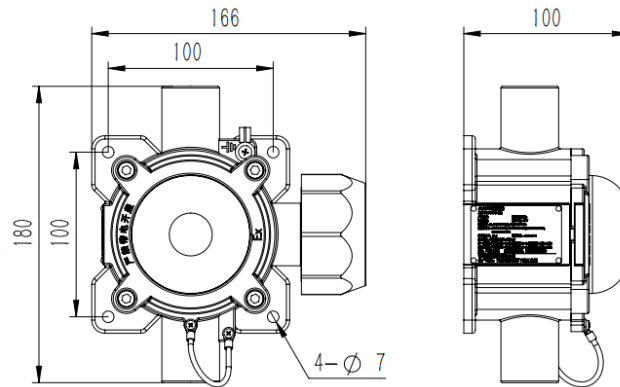

图 1 外形及安装尺寸图
- 将火灾声光报警器固定，安装孔距为 100mm，安装孔直径为 $\Phi 7\text{mm}$ ，外形及安装尺寸如图 1 所示。单位：mm